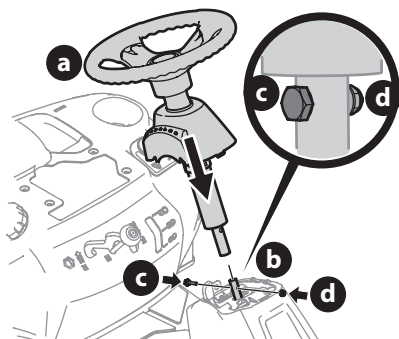

Figura 3
4. Baje el conjunto del volante (a) sobre el eje inferior de la dirección (b) y sujételo con el tornillo con reborde (c) y la tuerca de seguridad (d) que extrajo previamente (Figura 3).